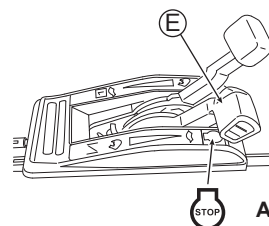

Abb. 13
2. Stellen Sie den Gashebel (E) auf "STOP". (Siehe Abb. 13)